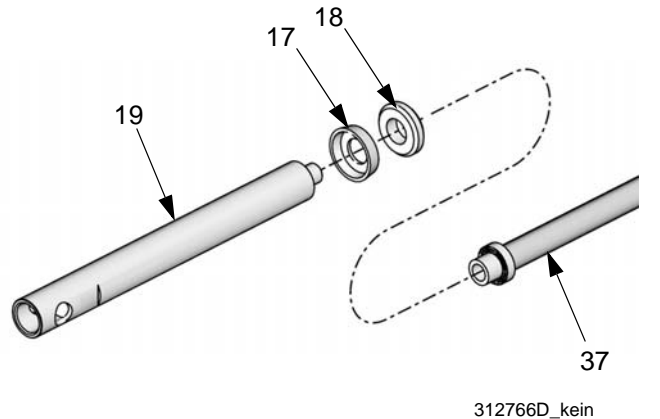

FIG. 18
1. Packung (17) und Lager (18) mit Lithium-Fett Nr. 2 einfetten.
2. Lager (18) und Packung (17) mit den Lippen nach unten auf der Verbindungsstange der Pumpe (37) installieren. Siehe FIG. 18.